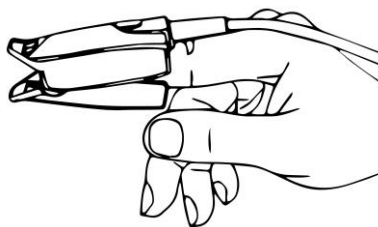

Abbildung 3.1 Demonstration für SpO₂ Sonde
3. Stecken Sie einen Finger (vorzugsweise den Zeigefinger, der Nagel sollte nicht zu lang sein) entsprechend der Fingermarkierung in den Clip der Sonde, wie in Abbildung 3.1 dargestellt.